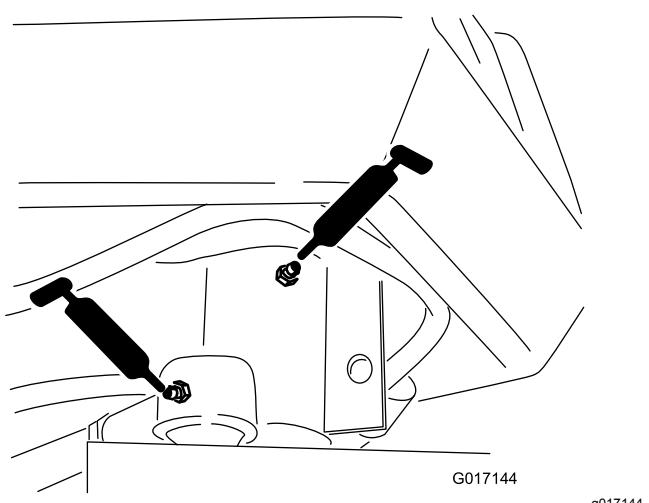

Bild 32
- Lenkgabelwelle (1) (Bild 32)
- Ende der Lenkzylinderstange (Bild 32)